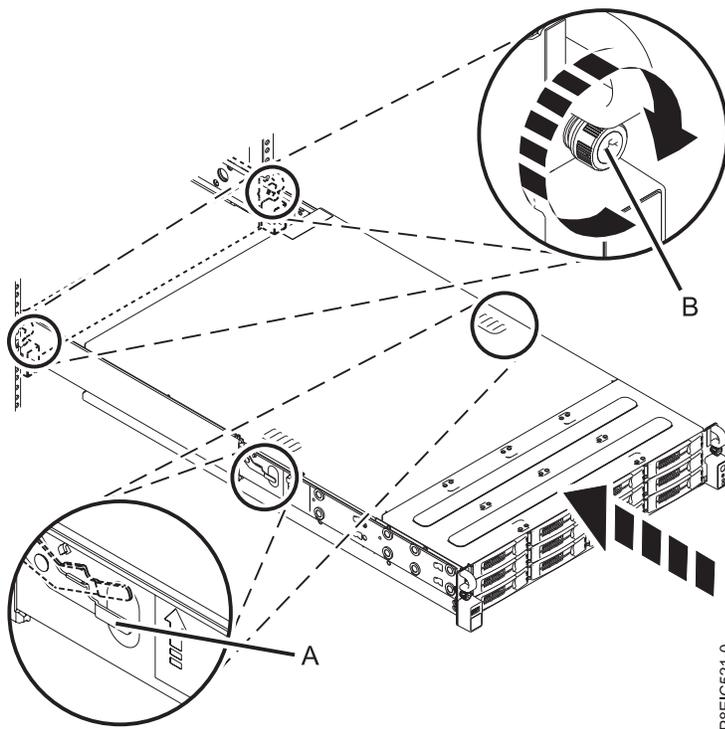

Abbildung 119. System in die Betriebsposition bringen
5. Entriegeln Sie die Schienensicherheitsverriegelungen (**A**), indem Sie sie nach oben anheben (siehe Abb. 119). Schieben Sie das System anschließend vollständig in das Rack.